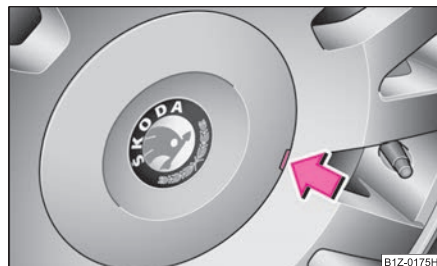

Fig. 213 Retirar el embellecedor de rueda en ruedas de aleación ligera
- Desmonte con cuidado el embellecedor de rueda por medio del gancho de extracción ⇒ fig. 213. ■